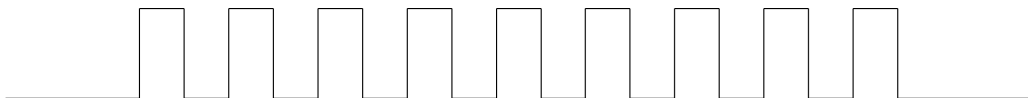

图 37-3. 主机时钟正向波形
- **场景二：**主机发送的时钟非自由运行时钟，且其时钟波形如图 37-3 所示。
要求：此时主机在输出前需要对原时钟进行取反，将其转换成图 37-3 所示的波形。